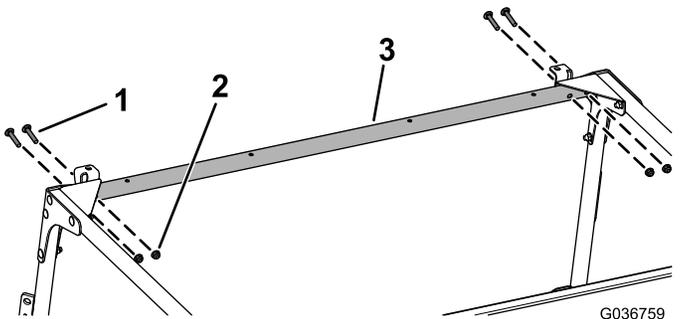

Figura 30
9. Sujete provisionalmente el enlace transversal delantero a los soportes y a las chapas de unión delanteras con 4 pernos de cuello cuadrado (5/16" x 1 3/4") y 4 tuercas con arandela prensada (5/16"), como se muestra en la Figura 30.